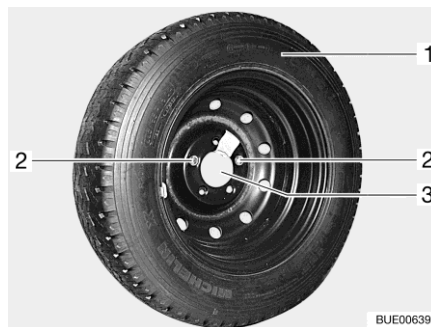

Fig. 310 Étrier de roue de secours dans le garage arrière
- Dévisser et retirer les deux vis de fixation (Fig. 310,2) avec les outils de bord.
- Retirer la roue de secours (Fig. 310,1) de l'étrier (Fig. 310,3).